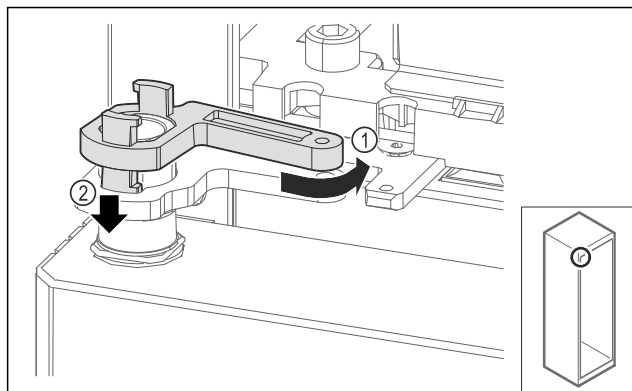

Fig. 67
- Drej lejebukslåsen en smule tilbage, Fig. 67 (1), pres den nedad, Fig. 67 (2) og lås den i hængselsbeslaget.